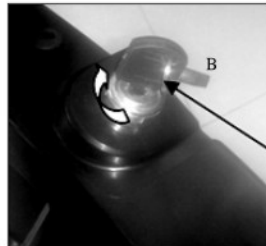

Fig 2C B. Sleutel
c) Voor elektrische start: Plaats sleutel en draai met de klok mee voor elektronische ontsteking. (Fig 2C)